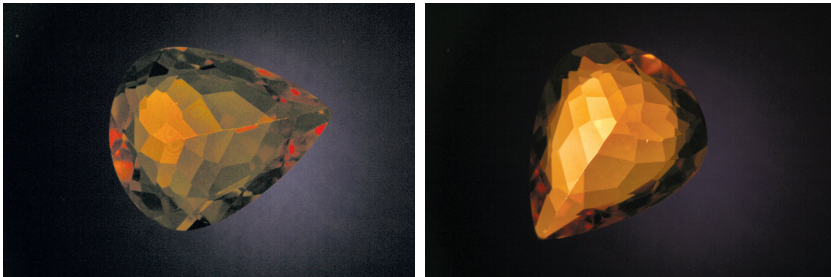

Figura 1. A sinistra, la gemma è scura ma, una volta ruotata, diventa chiara (destra).
**Birifrangente (DR, Doubly Refractive) o con birifrangenza anomala (ADR, Anomalous Double Refraction):** Se la pietra passa alternativamente dallo scuro al chiaro ogni 90° (cfr. figura 1), significa che è birifrangente oppure che si tratta di una pietra monorifrangente caratterizzata da birifrangenza anomala. Per avere la certezza che la pietra sia birifrangente, ruotarla nella posizione di maggior chiarezza, quindi portare l'analizzatore da scuro a chiaro. Se la pietra resta identica o se appare più scura quando si ruota l'analizzatore, si tratta di una pietra birifrangente. Se invece diventa più chiara quando si ruota l'analizzatore, si tratta di una pietra monorifrangente con strain interno che presenta birifrangenza anomala.